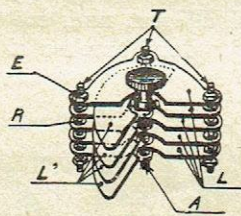

FIG. 7. — CONDENSATEUR VARIABLE FORMÉ DE PIÈCES DÉTACHÉES.
- 1 axe de condensateur variable (A) (voir fig. 7) ;
- 3 tiges filetées de 6 c/m de longueur (ou plus) (T) ;
- 20 rondelles de 2 m/m 5 environ d'épaisseur (R) ;
- 5 lames fixes en aluminium (L) ;
- 8 écrous allant sur les tiges filetées (E) ;